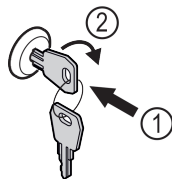

Fig. 143 Primjer izgleda
- Uvucite ključ Fig. 143 (1).
- Okrenite ključ za 90° nadesno Fig. 143 (2).